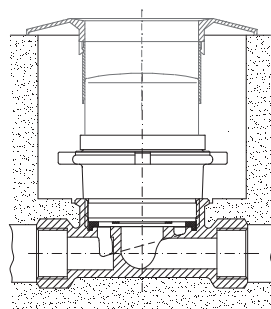

Fig. 3
- 8.13. Inserire la rosetta sulla calotta del contatore fino al fincorsa (vedi fig. 3).